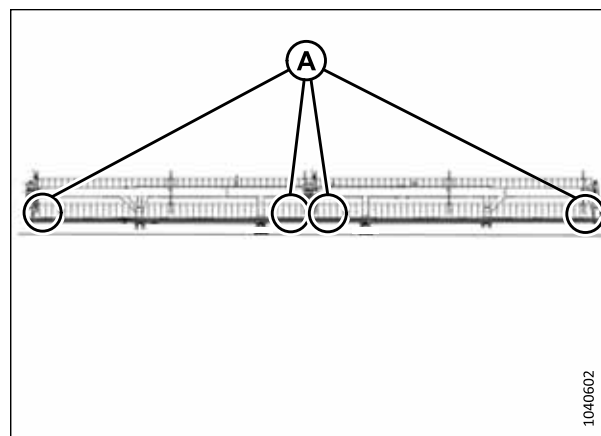

Figure 5.138: Emplacements de mesure du rabatteur double de la plateforme
- Figure 5.138, page 325 – Plateformes à rabatteur double